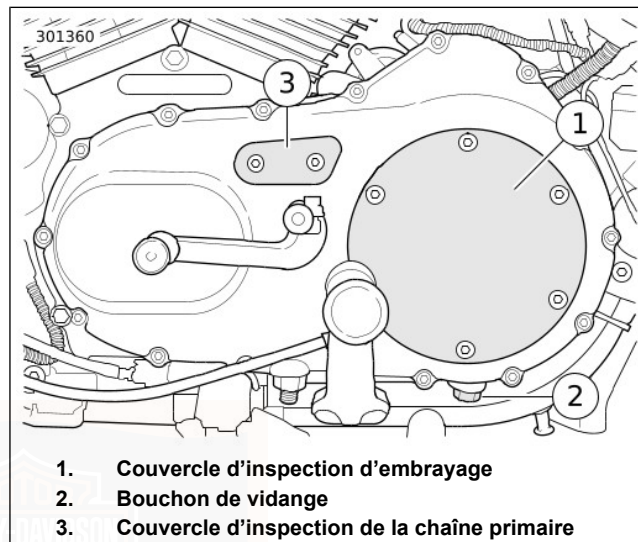

Figure 36. Couvercle primaire : Modèles Sportster (modèle XL illustré)
6. Voir Figure 36. Retirer les vis avec les rondelles du couvercle d'inspection d'embrayage (1). Déposer le couvercle d'inspection d'embrayage du couvercle primaire.
4. Voir Figure 36. Placer un récipient approprié sous le bouchon de vidange (2) de la transmission.
10. Voir Figure 36. Retirer les vis avec les rondelles du couvercle d'inspection d'embrayage (1). Déposer le couvercle d'inspection d'embrayage du couvercle primaire.
2. Voir Figure 36. Enlever les deux vis hexagonales à tête creuse qui fixent le couvercle d'inspection de la chaîne primaire (3).